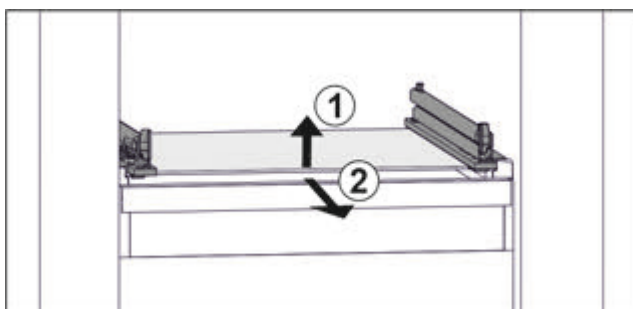

Fig. 140 Приблизне відображення скляної пластини
- Підняти скляну пластину спереду. Fig. 140 (1)
- Вийняти скляну пластину рухом вперед. Fig. 140 (2)